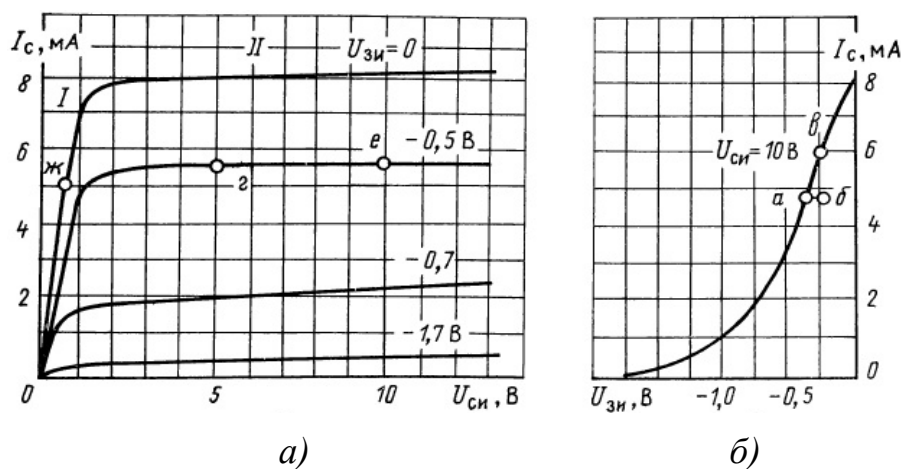

Рис. 2.53. ВАХ полевого транзистора
Дано: ВАХ полевого транзистора (рис. 2.53).
4. Сопротивление открытого канала (участок I ВАХ) при  $U_{зи} = 0$  (точка ж на рис. 2.53).